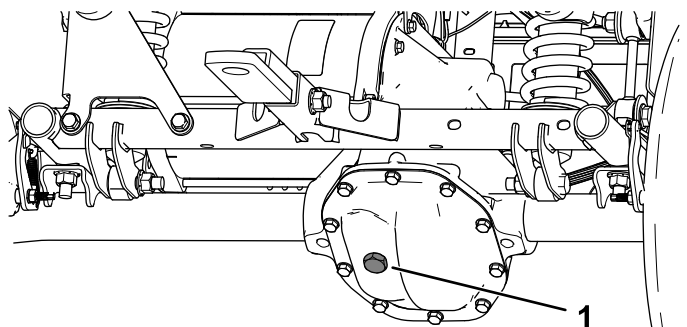

Figure 50
4. Enlevez le bouchon de remplissage de la boîte-pont (Figure 50).
5. Si le niveau de liquide est trop bas, enlevez le bouchon de remplissage et ajoutez le liquide spécifié jusqu'à ce qu'il ressorte par l'orifice (Figure 50).
- Retirez le bouchon de remplissage de la boîte-pont et remplissez celle-ci avec le liquide spécifié jusqu'à ce qu'il ressorte par l'orifice de remplissage (Figure 50).